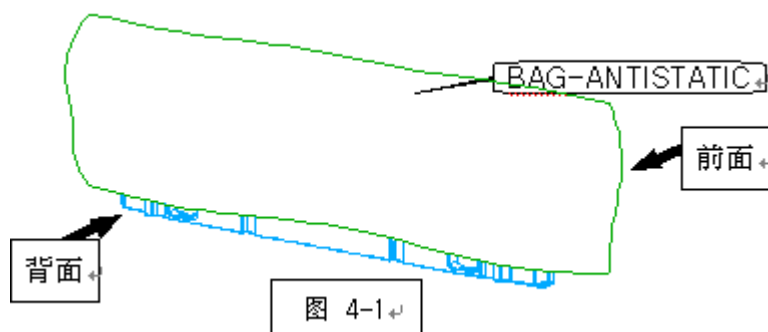

图 4-1
像图4-1. 区分好BAG-ANTISTATIC的前背面后套在MODULE上面。
2.7 垂直包装时在图4-1。作业完成后放置CHEMICALS后用粘贴TAPE密封BAG-ANTISTATIC。